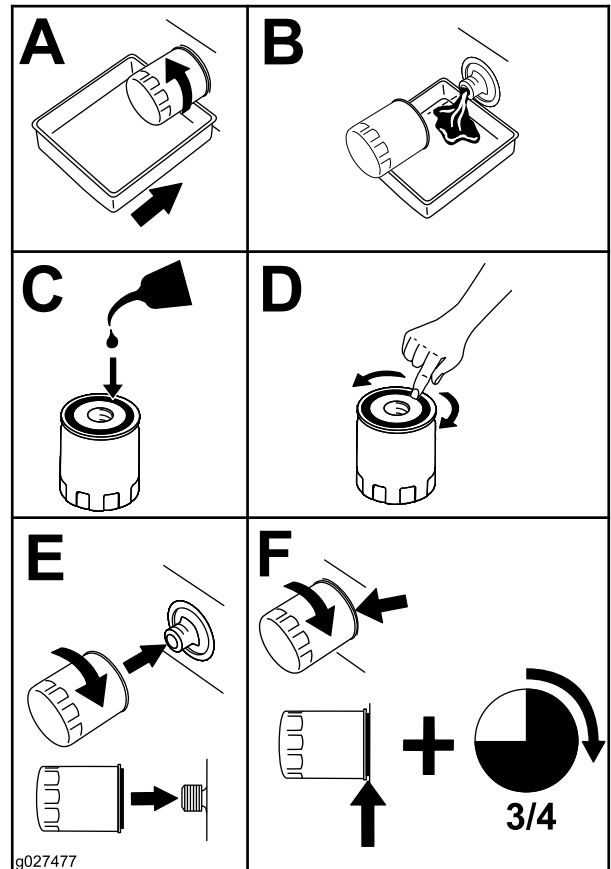

Figure 42
6. Remplacez le filtre à huile moteur comme montré à la Figure 42.